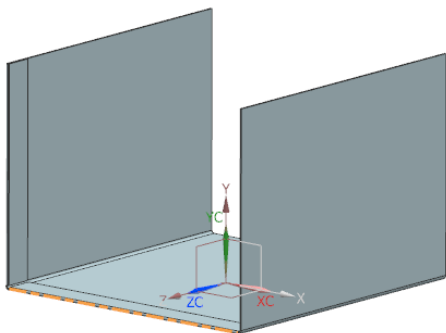
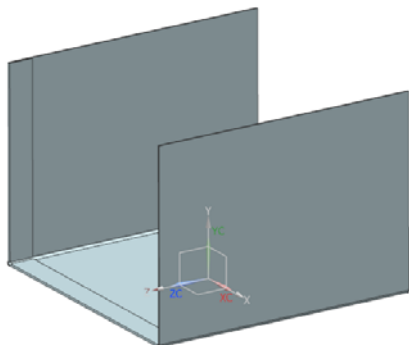

图 7-92 选择弯边
图 7-93 创建折边特征 2
(4) 在视图区选择弯边，如图 7-92 所示。单击 **应用** 按钮，创建折边特征 2，如图 7-93 所示。